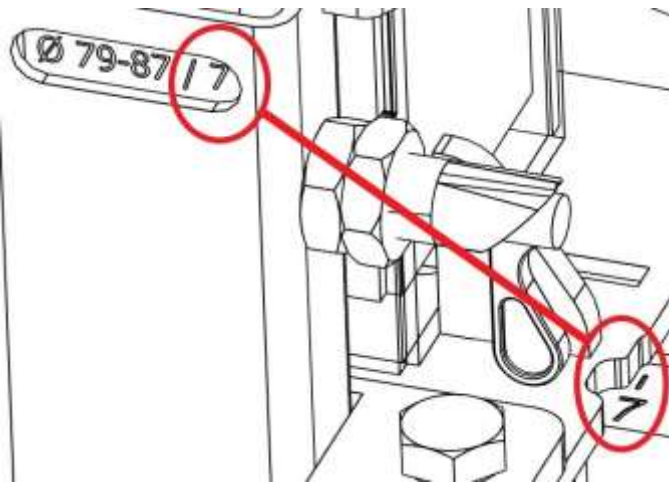

Abb. 3.1
5. Esempio: per il tubo \varnothing 790 - 870 mm il numero "7" (che viene visualizzato nella finestra di ispezione \varnothing 79-87/7 (fig. 1.2)), quindi il numero "7" deve essere visibile su entrambe le parti laterali (fig. 3.1).